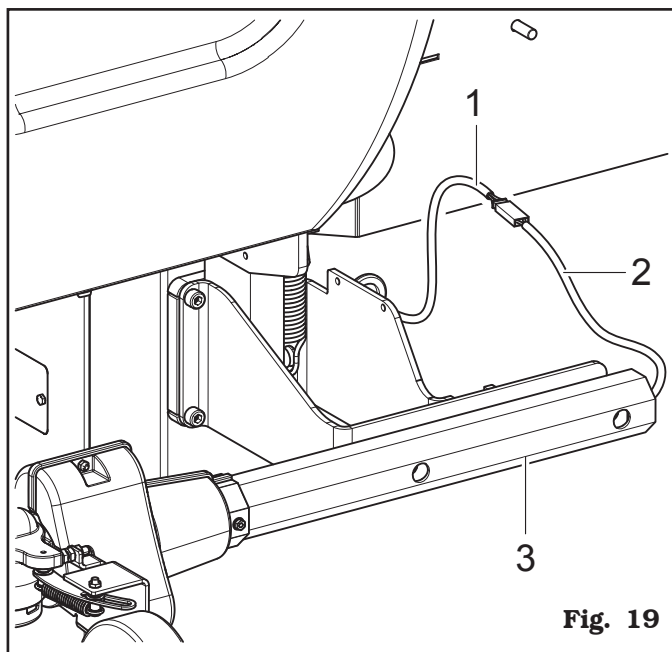

Fig. 19
4. Koppla kontakten (**Fig. 19 ref. 1**) till kabeln från inuti maskinen på kontakten (**Fig. 19 ref. 2**) till kabeln som kommer ut ur mätarmen. Sätt i kablarna med kontakterna inuti armen (**Fig. 19 ref. 3**).